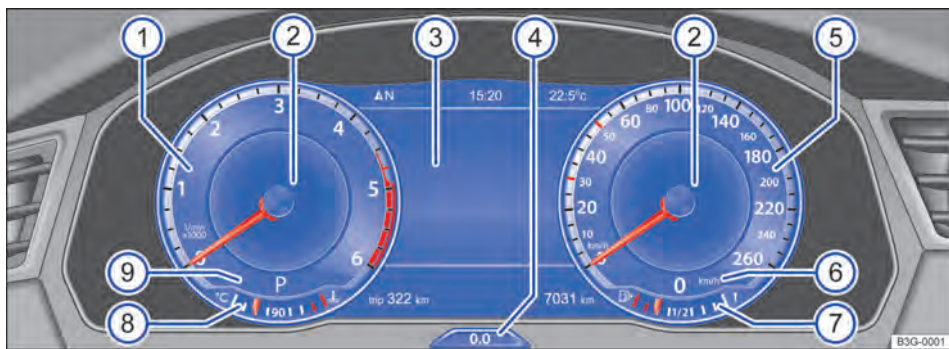

Fig. 48 No painel de instrumentos: Active Info Display.
Significado dos instrumentos → Fig. 48:
Através do item de menu **Vistas** do sistema de informação Volkswagen → Página 59 podem ser selecionados diferentes perfis de informação específicos de temas. Dependendo do perfil de informação selecionado, o Active Info Display mostra informações adicionais no centro de instrumentos redondos → Fig. 48 ②. Os seguintes perfis de informação podem ser selecionados: